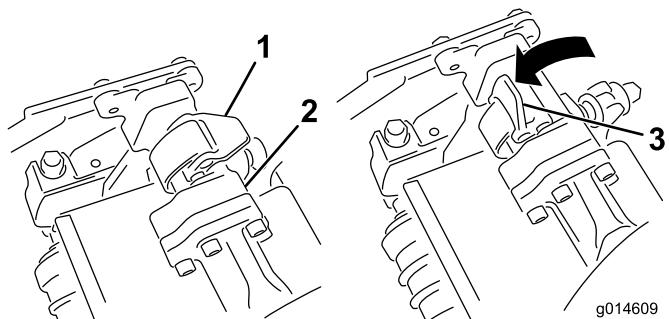
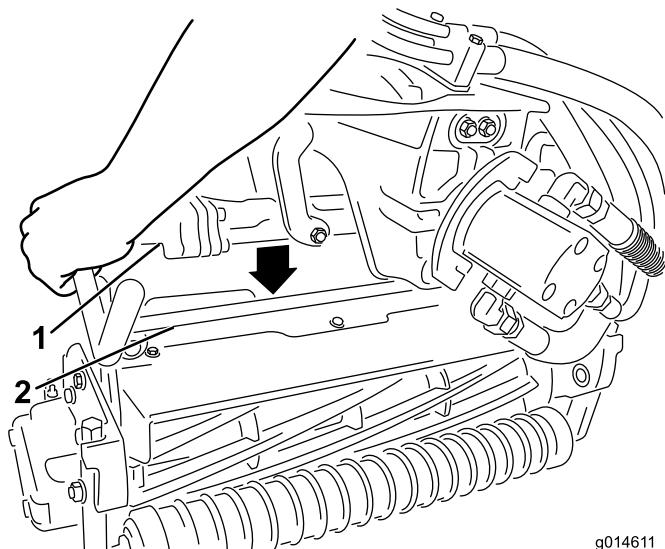

Figura 33
Figura 34
4. Com os fechos na barra do braço de suspensão a apontar para cima (i.e. abertos) (Figura 33), empurre o braço de suspensão para baixo de forma a que a barra passe pela barra através da parte superior da unidade de corte (Figura 34).
5. Feche os fechos para baixo e em redor da barra da unidade de corte e bloqueie-os no sítio (Figura 33).
5. Abra os fechos na barra do braço de suspensão da unidade de corte que está a remover (Figura 33).